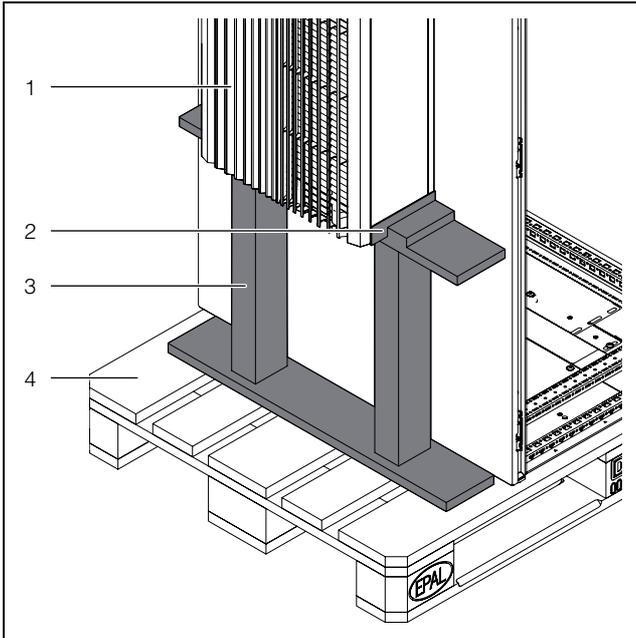
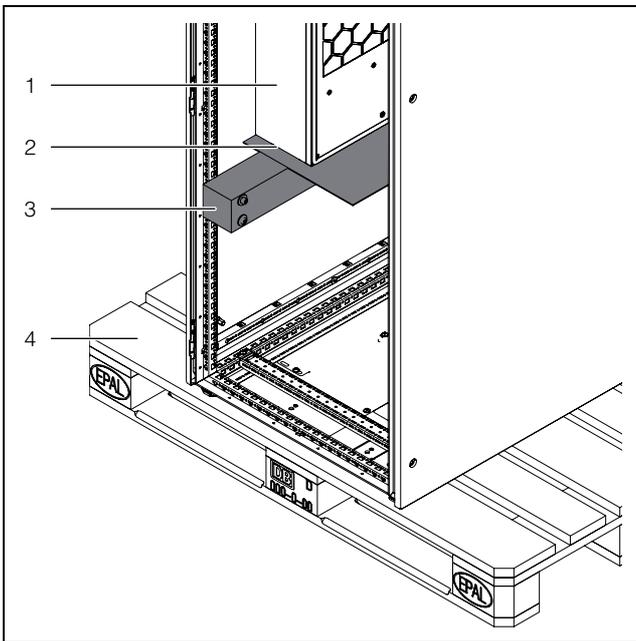

Abb. 5: Transportsicherungen Anbau
Abb. 6: Transportsicherungen Einbau
- Verwenden Sie beim Transport von bereits am Schaltschrank montierten Geräten Transportsicherungen (z. B. eine Konstruktion aus Kanthölzern oder Brettern – Abb. 5 und Abb. 6).